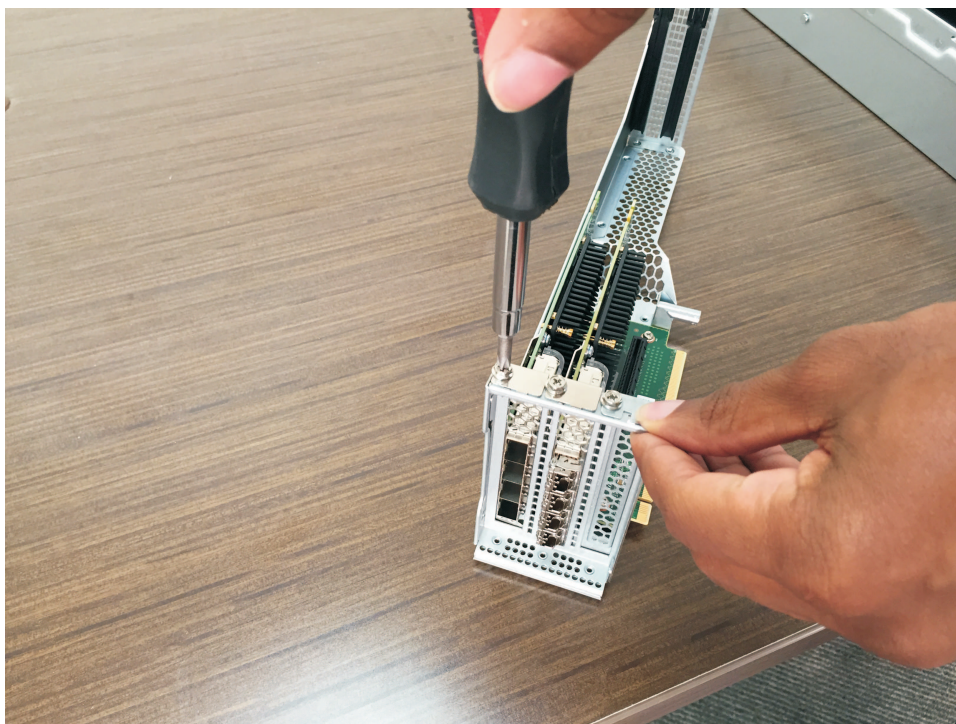

Figura 153. Removendo o parafuso de retenção
2. Remova o parafuso de retenção que prende o adaptador ao conjunto de adaptadores, conforme mostrado em Figura 153.